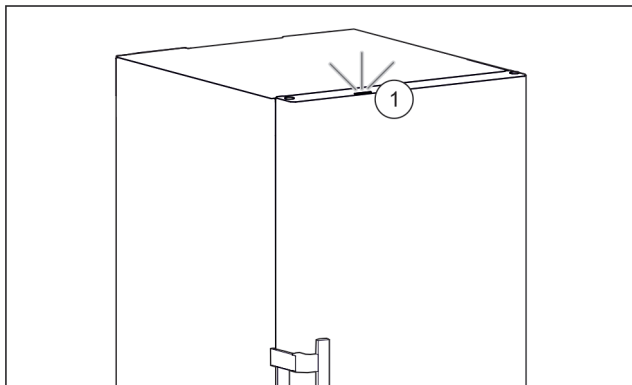

Fig. 90 Spia di stato attiva quando lo sportello è chiuso
- La spia di stato Fig. 90 (1) è attivata.